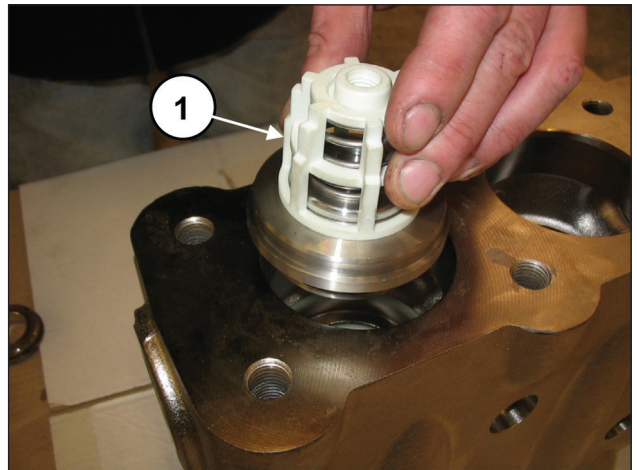
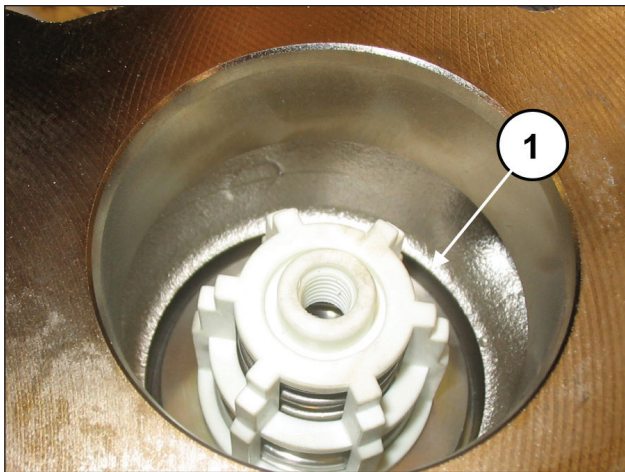

图107
图108
插入排出阀组 (部件号①, 图107)。整个阀组必须完全插入到底，并应如①, 图108所示。